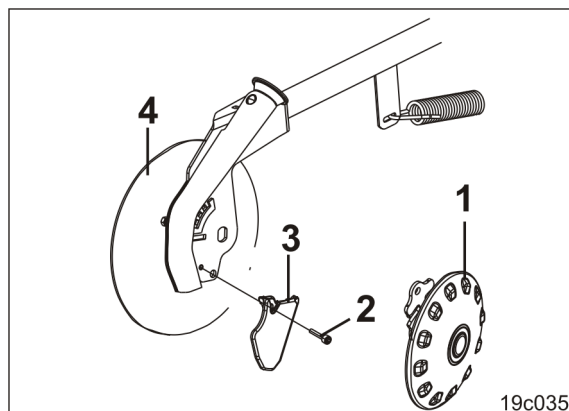

Fig. 235
1. Desmontar o disco de controlo de profundidade (Fig. 235/1) (consulte o capítulo Montar o disco/rolo de controlo de profundidade, página 143).
2. Soltar o parafuso cilíndrico (Fig. 235/2) (binário de aperto do parafuso 30-35 Nm).
3. Substituir a ponta de desgaste (Fig. 235/3) e montar em ordem inversa.
A ponta de desgaste (Fig. 235/3) não deve passar a borda do disco de sementeira (Fig. 235/4). Substituir, eventualmente, o disco de sementeira.